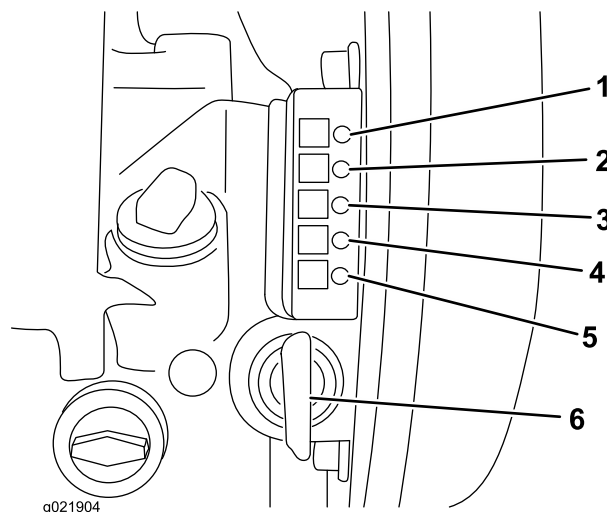

Figura 19
2. Gire o interruptor de ignição para a posição Run (Figura 19); consulte o tópico Interruptor de partida elétrica (página 12).